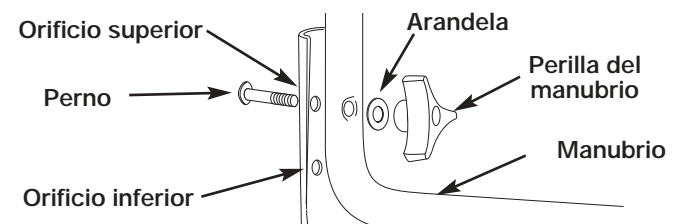

Fig. 2
1. La altura del manubrio puede ajustarse retirando las perillas y los pernos de montaje y volviendo a instalarlos a través del orificio superior o inferior del ensamblaje del manubrio (Fig. 2).